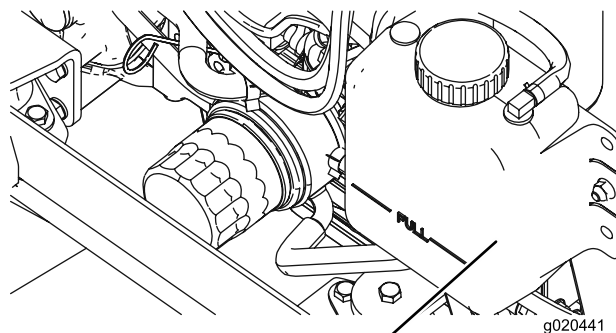

Figura 65
1. Retire cuidadosamente a tampa do radiador e a tampa do depósito de expansão (Figura 65).